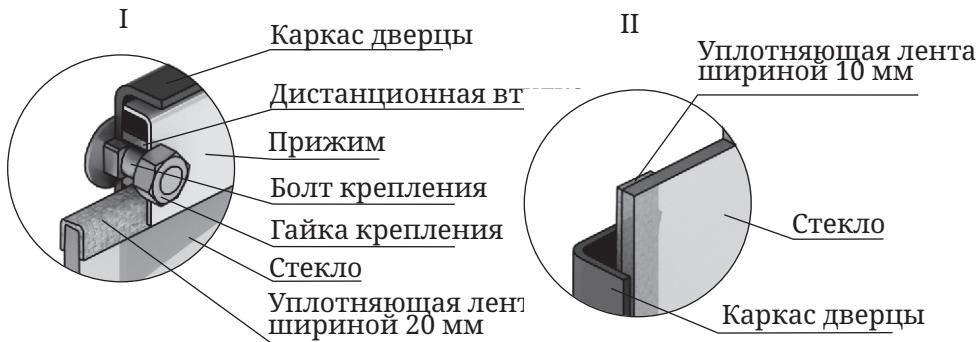

Рисунок 23. Крепление светорозрачного экрана
1. Отверните две гайки, фиксирующие прижим (рисунок 23.I), демонтируйте его и дистанционные втулки.
3. Возьмите новое стекло. Если на нем нет уплотняющих лент, наклейте их, лента шириной 20 : наклеивается сверху и снизу стекла «П» - образно (рисунок 23.I), лента шириной 10 мм наклеивается вертикально, вдоль боковых сторон стекла (рисунок 23.II).
4. Вставьте стекло в упор, при этом лента, наклеенная с боковых сторон (вертикальная) должна быть зажата между стеклом и каркасом дверцы (рисунок 23.II).
Внимание! Гайки, крепящие прижим накручиваются на болты крепления через дистанционные втулки (рисунок 23.I).